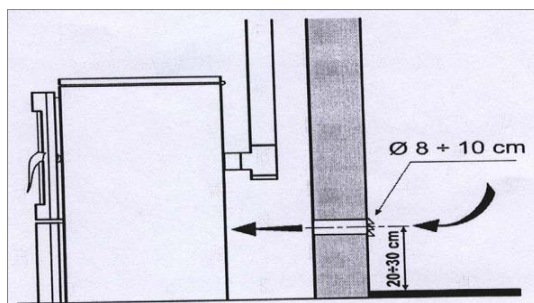

Рисунок 8. Минимальное расстояние для установки вентиляционной решётки
3.4 ЗАБОР ВОЗДУХА ДЛЯ СГОРАНИЯ (Рисунок 8)